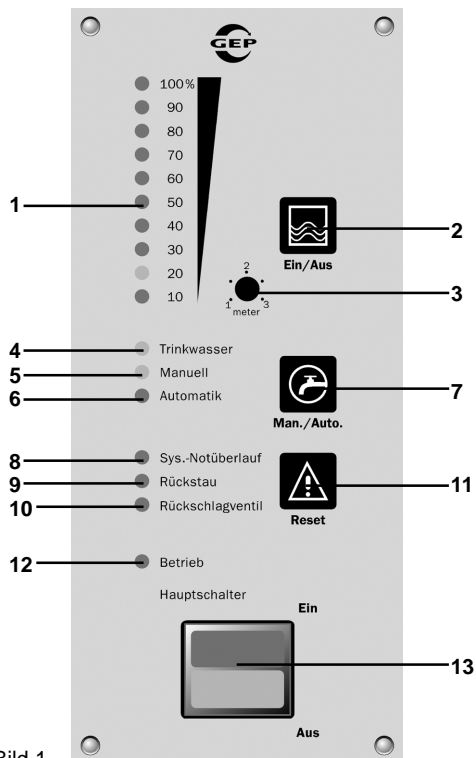

Bild 1
1.4 Bedienung Kontrollelement (siehe Bild 1)
- **LED Füllstandsanzeige 0-100 % (1)**